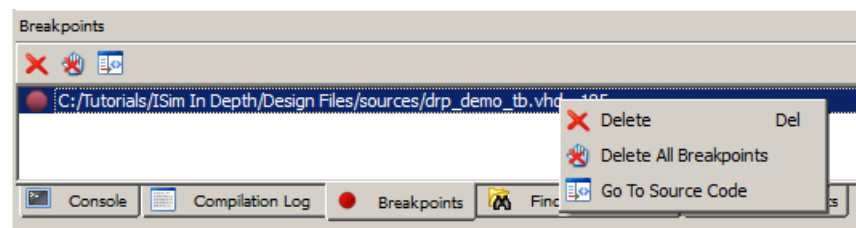

図 3-36 : [Breakpoints] パネルの右クリック メニュー
- 選択したブレイクポイントが設定されているソースコードの行に移動 (図 3-36)